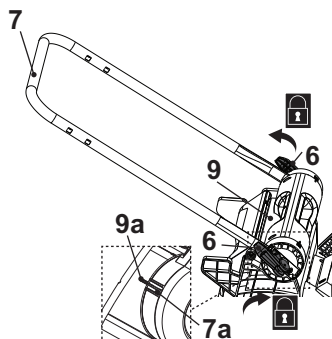

Fig. 2
3. Segurar as barras inferiores de pega (7) dobrando as alavancas da pinça (6) em direção às barras inferior de pega (7). Se alavanca de pinça (6) não for dobrável, desaperte-a e volte a dobrá-la. Se estiver demasiado solta, aperte-a rodando a alavanca da pinça (6) no sentido dos ponteiros do relógio (Fig. 2).